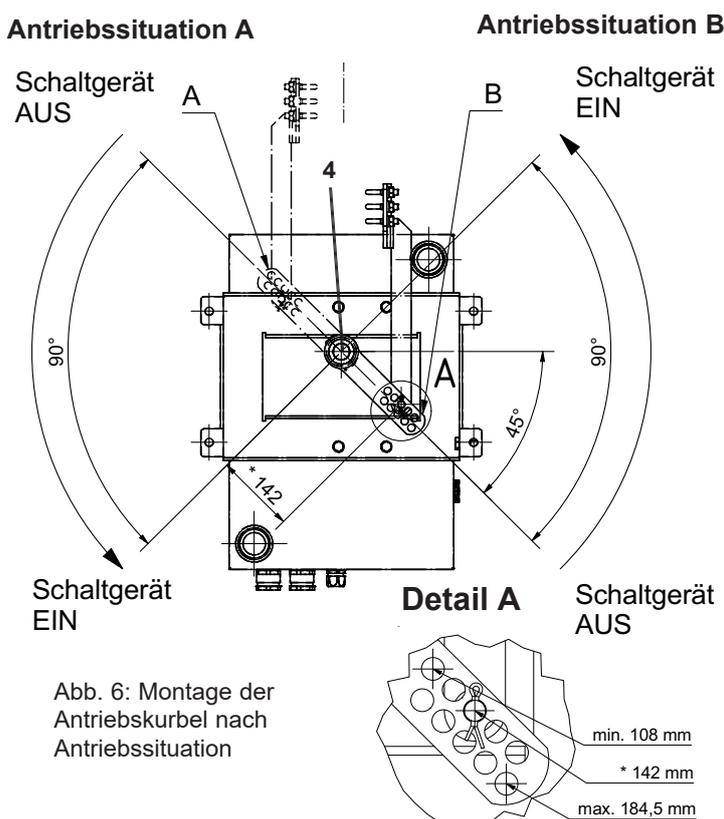

Abb. 6: Montage der Antriebskurbel nach Antriebssituation
- **Antriebssituation A:** Antriebskurbel (B) 45° nach **oben** montiert - bei EIN-Befehl schaltet die Antriebskurbel 90° nach **unten** um das Schalterät in Position EIN zu betätigen (siehe Abb.: 6).
- **Antriebssituation B:** Antriebskurbel (B) 45° nach **unten** montiert - bei EIN-Befehl schaltet die Antriebskurbel 90° nach **oben** um das Schalterät in Position EIN zu betätigen (siehe Abb.: 6).